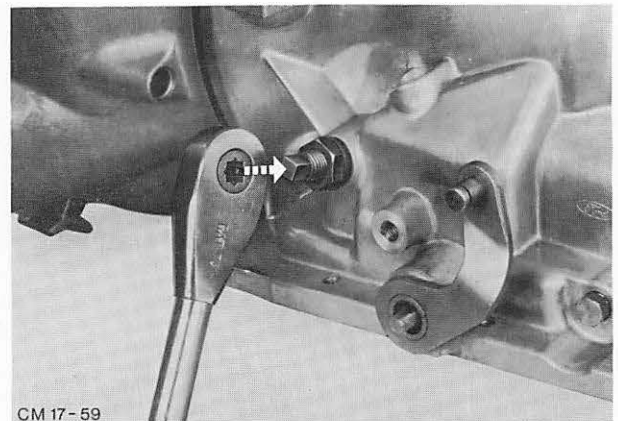

Abb. 99 Vorderes Bremsband mit Werkzeug 17-005 einstellen
50. Mit Werkzeug 17-005 die Bremsband-Einstellschraube so weit hineindrehen, Abb. 99, bis der Drehmomentschlüssel in sich überspringt. Anschließend **Einstellschraube um 1 1/2 Umdrehungen zurückdrehen** und mit neuer Kontermutter sichern, dabei Einstellschraube festhalten.